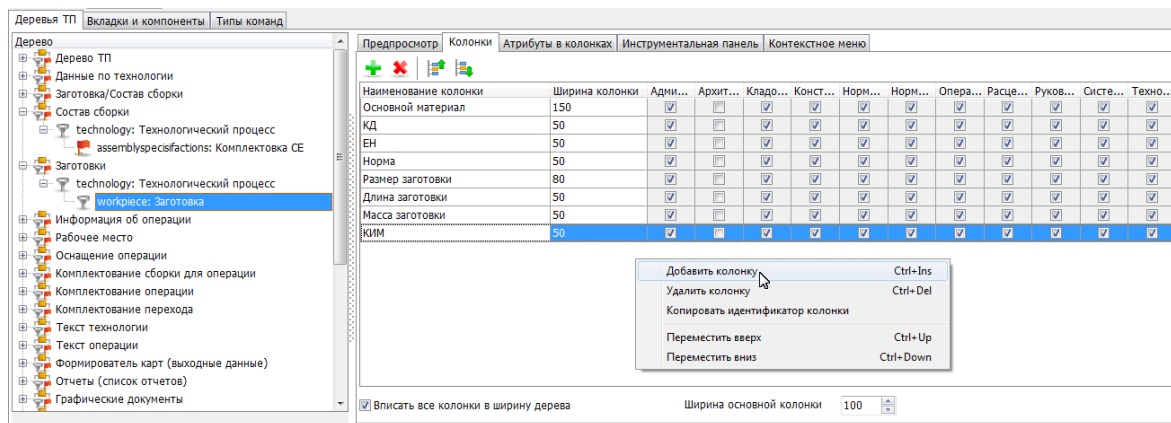

Рис. 10.37. Настройка табличного представления параметров объекта дерева ТП
- на вкладке **Дерево ТП** установить курсор на фильтре или классе, для объектов которого создаётся табличное описание (Рис. 10.37);
- в правой части окна перейти на вкладку **Колонки** и, используя инструментальную панель вкладки или контекстное меню (Рис. 10.37) добавить колонку;